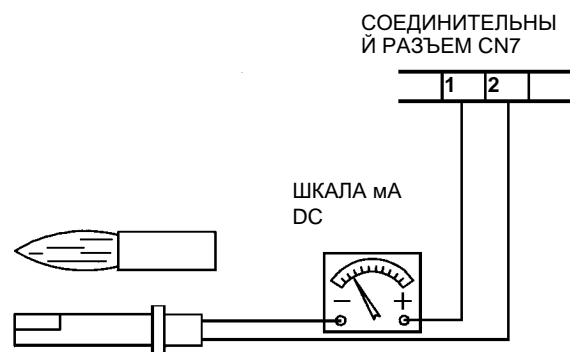

Рис. 65
- Проверить и тщательно почистить фоторезистор улавливания пламени, при необходимости заменить его. При возникновении сомнения проверить контур улавливания пламени уже после установки на место горелки, следуя схеме на Рис. 65;
Для замера сигнала улавливания пламени следуйте схеме на Рис. 65.